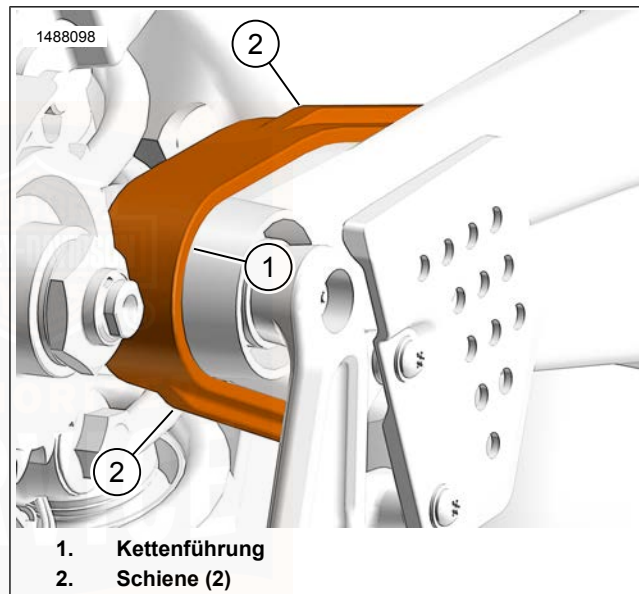

Abbildung 61. Kettenführungsschienen
Siehe Abbildung 61. Die Kettenführung (1) und Schiene (2) prüfen auf: